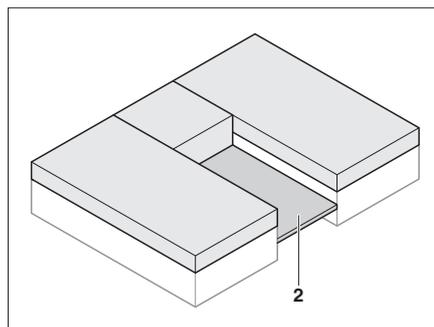

Fig. 83 Estrarre il telaio portamaterasso
- Estrarre il telaio portamaterasso (Fig. 83,2) tra i letti singoli.